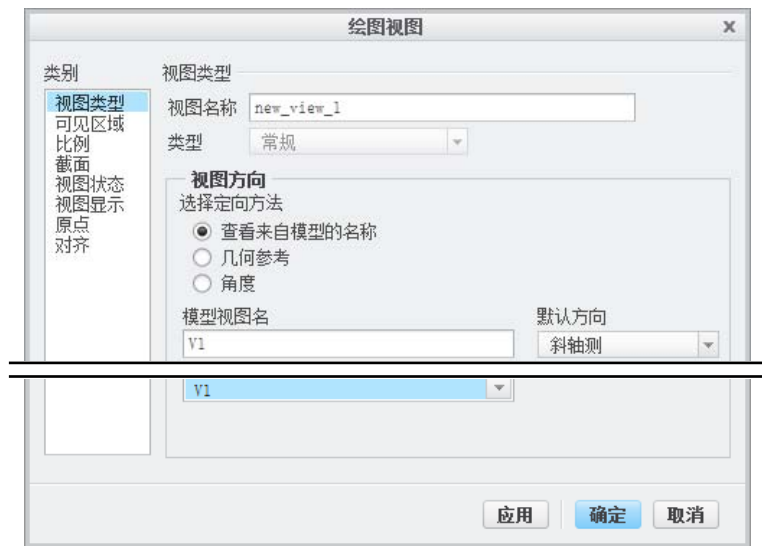

图 3.12.3 “绘图视图”对话框
(2) 在绘图区中右击，在系统弹出的快捷菜单中选择 **常规**命令。
(3) 在系统 **选择绘图视图的中心点。**的提示下，在屏幕图形区选取一点，系统弹出图 3.12.3 所示的“绘图视图”对话框。
(4) 选取**类别**区域中的**视图类型**选项，在**模型视图名**列表框中选择**V1**选项，然后单击**应用**按钮，则系统即按 V1 的方位定向视图。
(5) 选取**类别**区域中的**比例**选项，选中 **自定义比例**单选项，其后的文本框中输入比例值 1.0，单击**应用**按钮。
(6) 选取**类别**区域中的**视图显示**选项，在**显示样式**下拉列表中选择 **消隐**选项，在**相切边显示样式**下拉列表中选择 **无**选项，其他参数采用系统默认设置值，单击**确定**按钮，